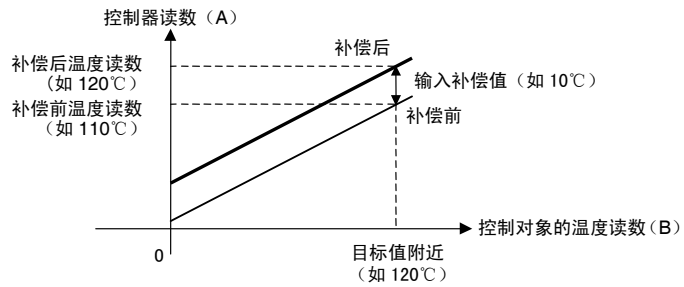

图 2 1 点温度输入补偿
2. 检查控制对象温度 (B) 和控制器读数 (A)。输入补偿值可由下式计算得出，将 \bar{CNSL} 和 \bar{CNSH} 设为相同数值。图 2 显示了 1 点温度输入补偿的效果。